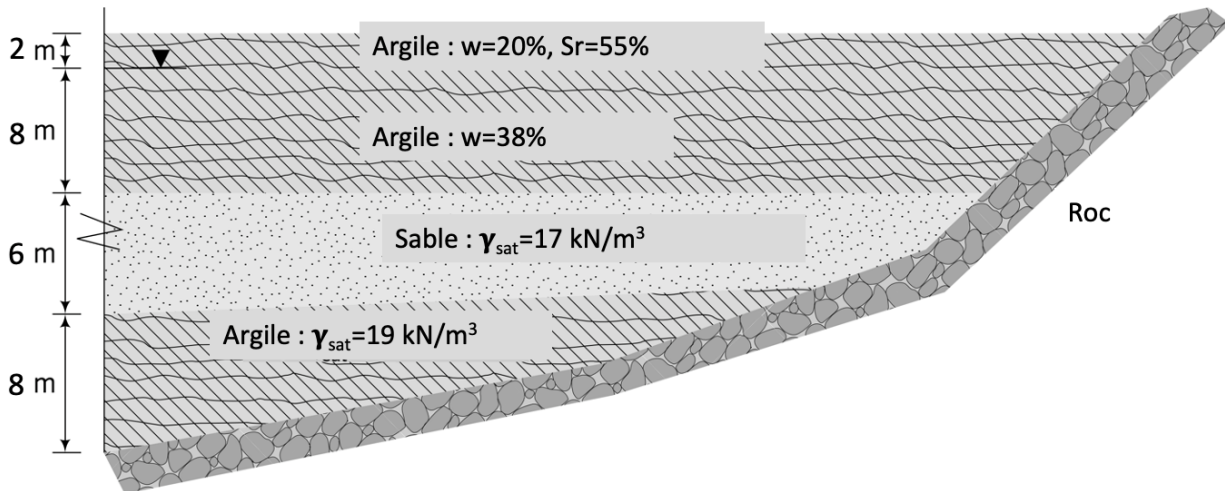

Figure 2
- a) Tracez les contraintes totales et effectives et la pression interstitielle de l'eau avec la profondeur pour le profil du sol illustré à la figure 2 pour les conditions d'infiltration en régime permanent. Un transducteur de pression interstitielle installé au sommet de la couche de sable donne une pression de 85 kPa. Supposons que  $G_s = 2,75$ .
Une coupe transversale à travers une paroi de palplanches est donnée sur la figure 2. La conductivité hydraulique du sable est de  $7 \cdot 10^{-6}$  m/s.